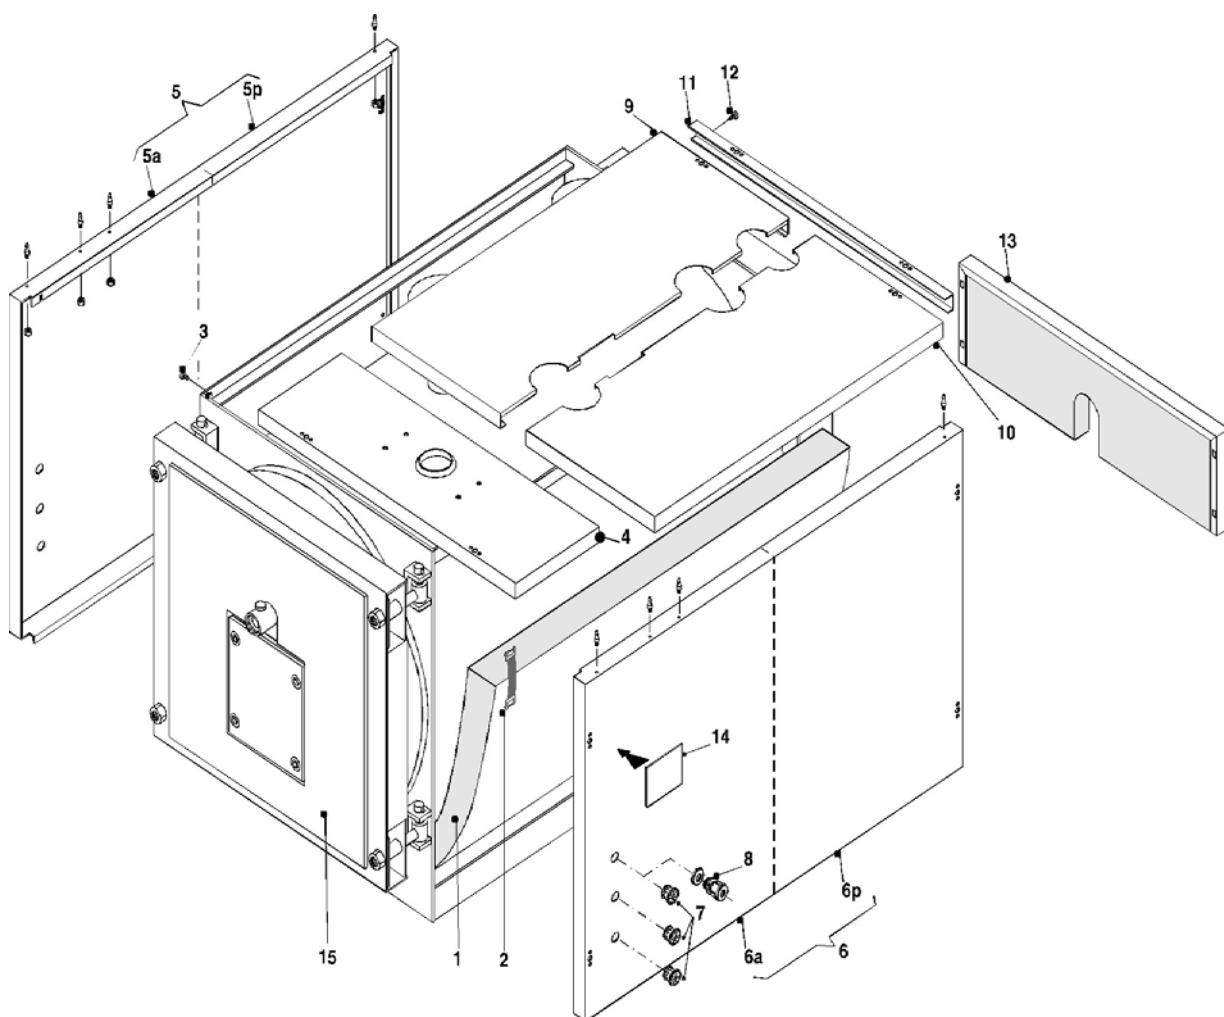

fig. 9
Para los modelos siguientes (ref. fig. 9), la envoltura y el aislamiento están contenidos en 1 embalaje marcado:
Para los modelos siguientes (ref. fig. 9 y 10), la envoltura y el aislamiento vienen en 3 embalajes marcados:
3.2.5 Montaje de la envoltura TAURUS (Ref. fig. 9)
A) Montar el aislamiento (pos. 1) del cuerpo caldera y fijar los dos bordes de junta con los muellecitos elásticos (pos. 2 suministrados en la caja de accesorios), enganchándolos a la parte exterior en tela del aislamiento **(a partir del modelo TAURUS 360, el aislamiento es en dos partes).**
B) Posicionar los paneles laterales (pos. 5 y 6) con los pliegues superior e inferior en el interior de los perfiles en L laterales al cuerpo **(a partir del modelo TAURUS 600, los paneles laterales son en dos partes).**